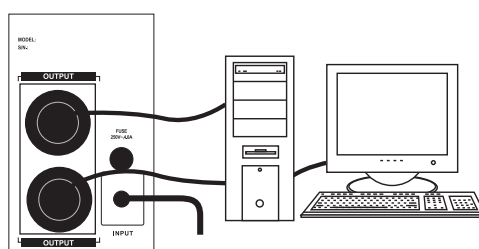

Fig 2
- Utilizzare l'UPS solo per proteggere il PC. (vedi Fig. 2)